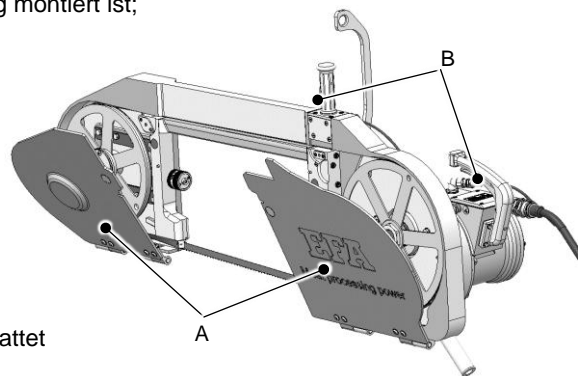

Abb. 6.1 – Bandsäge Einschalten (Zweihändig)
**EFA SB 295 E und EFA SB 327 E** – s. Abb. 6.1 –